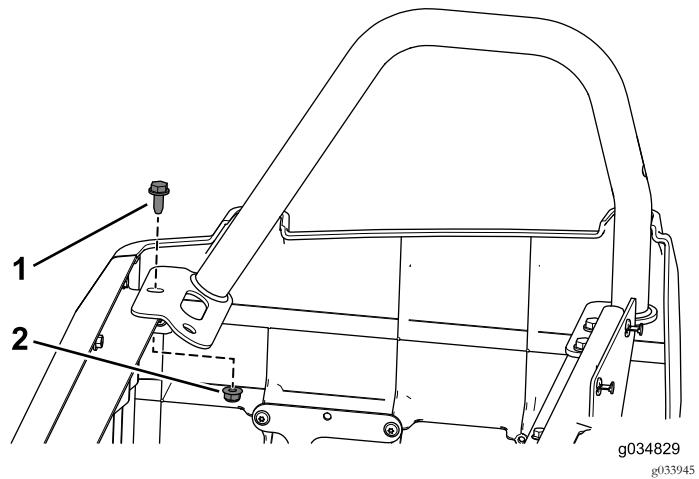

図 53
1. 右側腰部ガードの前フランジボルトとフランジナットを外す図 53。